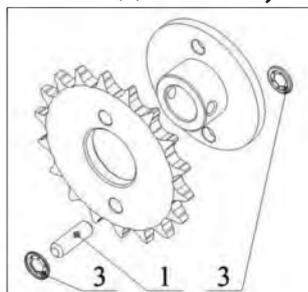

Рисунок 33.
- 5) Заменить разрушенный срезной штифт 1 (рис. 33) на штифт из комплекта запасных частей (рис.26, поз.6). Его следует установить в отверстие, которое расположено на большем радиусе от оси вращения муфты.
- 6) Срезной штифт зафиксировать с двух сторон стопорными шайбами (3) (рис. 33).